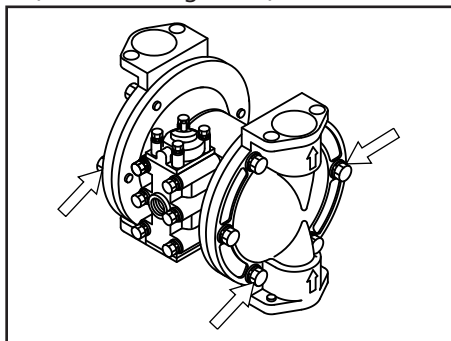

Figura 17
- Extraiga los 12 pernos de retención de la cámara de salida y retire la cámara de salida (consulte la Figura 17).